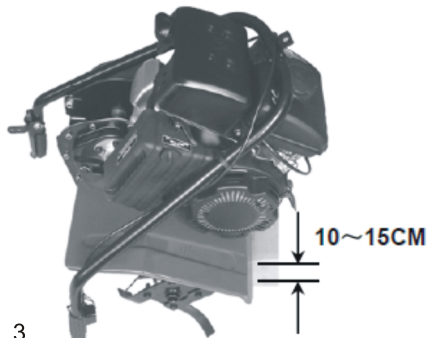

Рис. 3
1. Извлеките культиватор из коробки. Отрегулируйте защитные крылья так, чтобы расстояние между ними и фрезами было 10-15см. (рис.3);